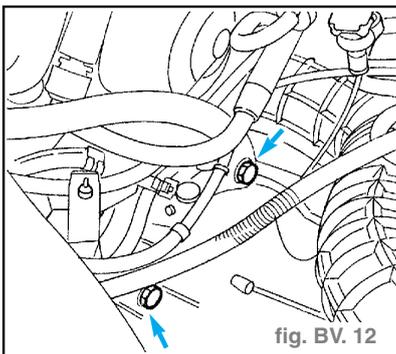

fig. BV. 12
- Dévisser les deux vis supérieures de fixation BV - moteur. (fig. BV. 12)